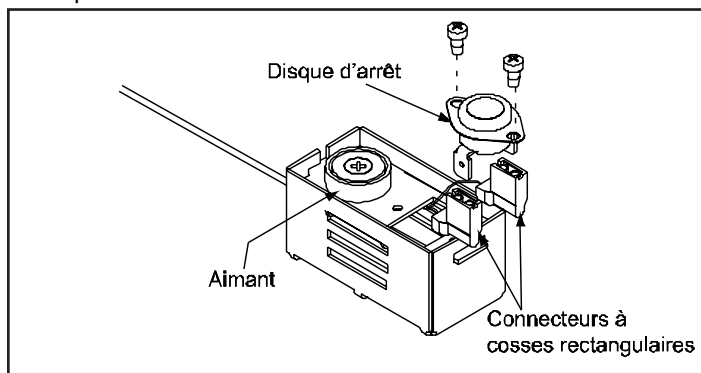

Figure 19.1
4. Tirez le disque d'arrêt et les connexions à cosses rectangulaires vers le haut pour les sortir du support comme illustré à la **Figure 19.1**